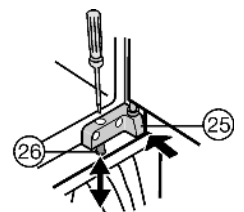

Fig. 13
- Ajuste la altura del aparato: utilizando los tornillos reguladores Fig. 13 (26) de los soportes de cojinete Fig. 13 (24,25).